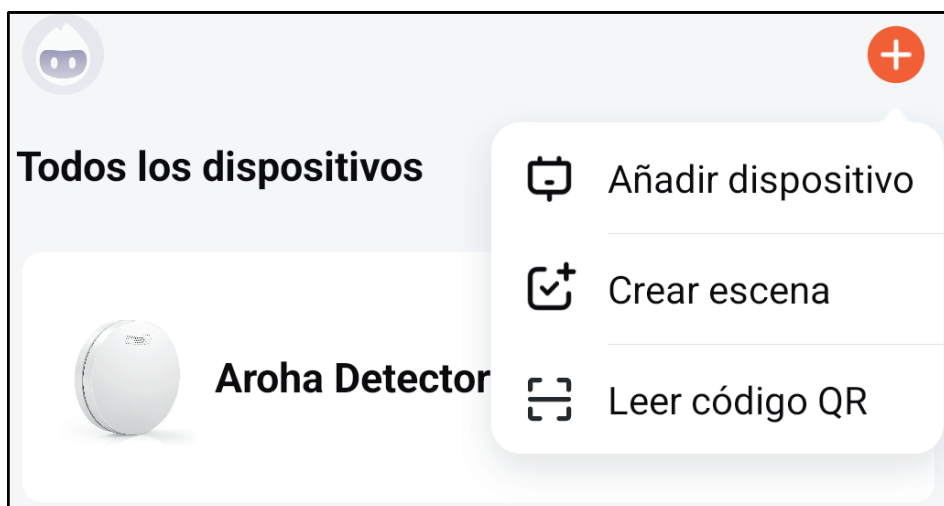

Figura 1: Agregar dispositivo en la aplicación
Paso 5: Haga clic en "+" en la esquina superior derecha de la pantalla de inicio de la aplicación. Luego elija "**Añadir dispositivo**", como se ve en la Figura 1. La aplicación ahora buscará automáticamente los dispositivos que estén en modo de emparejamiento. Siga los pasos descritos en la aplicación.